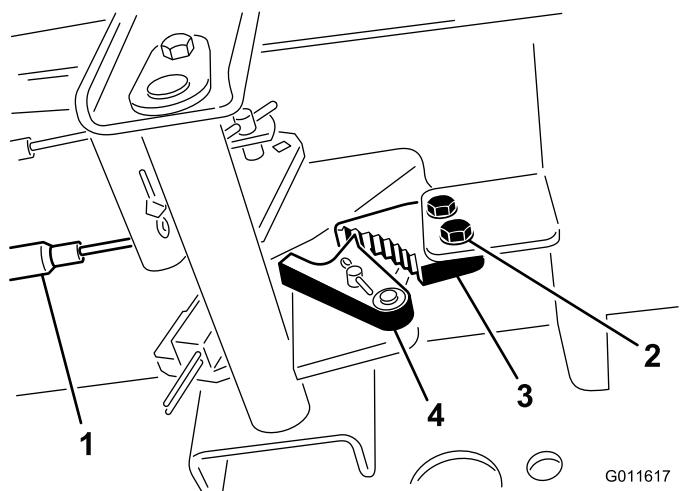

Рисунок 48
1. Ослабьте два винта крепления защелки стояночного тормоза к раме (Рисунок 48).
2. Нажимайте педаль тормоза вперед, пока углубление тормоза не войдет полностью в зацепление с защелкой тормоза (Рисунок 48).